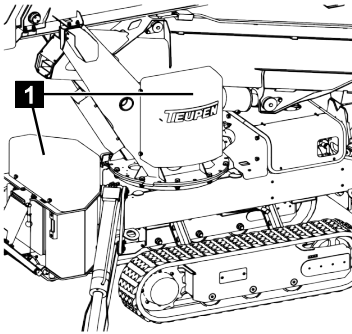

Fig. 115
2. Démontez les capots (Fig.115/1).